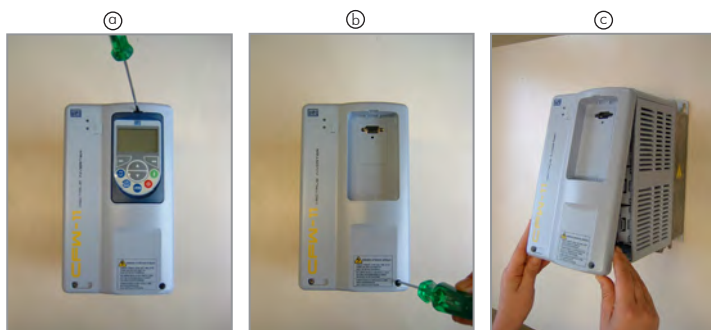

Figura 2: Remoción de la tapa frontal
Paso 1: Con el convertidor sin corriente, retire la tapa frontal del convertidor (figura 2).